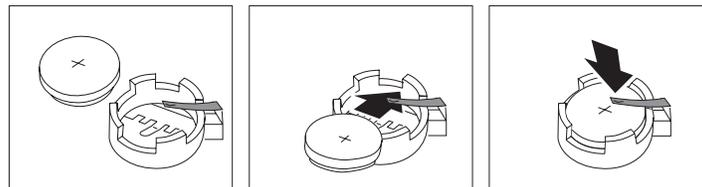

図 118. SAN ボリューム・コントローラー 2145-4F2 システム・ボード CMOS バッテリーの交換
2. 図 118に示すように、バッテリー・クリップの下にスライドさせるときに、バッテリーを下に押し、ソケットに入れます。